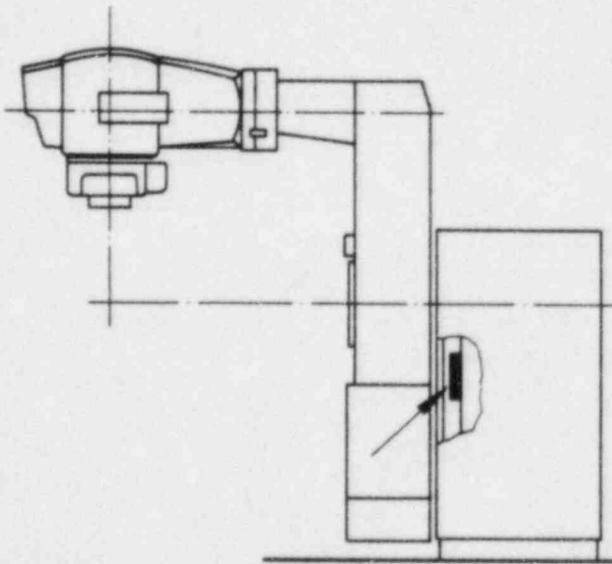

Fig. 4
Maschinenwasserwaage an der Meßfläche des Statives anhalten (Pfeil/Fig. 4). Das Stativ müßte in der Waage stehen, zulässige Abweichung 0,3 mm/m. Ist dies nicht der Fall, so ist das Stativ durch Verstellen der beiden vorderen Druckschrauben (3) in die Waage einzurichten.
Hold the precision spirit level to the measuring surface of the stand (arrow/fig. 4). The stand must be level; permissible deviation 0.3 mm/m. If this is not the case, level the stand by adjusting the two front pressure screws (3).